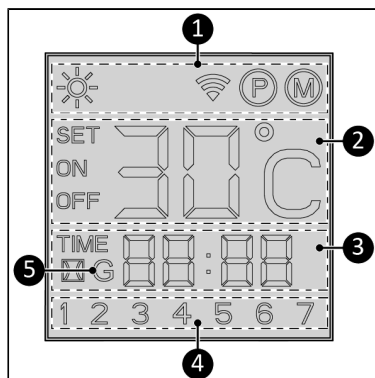

Figure 60.
Indication de statut (Figure 60, pos. 1) :
Témoin de température (Figure 60, pos. 2) :
Indication d'heure (Figure 60, pos. 3) :
Indication de jour (Figure 60, pos. 4) :
Témoin Wi-Fi (Figure 60, pos. 5) :